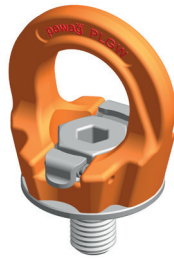

Bild 4: PLGW Supreme drehbar
- Klappen Sie nun die Sperren nach unten in Stellung ‚B‘ wie im Bild 4 ersichtlich. Auch in dieser Stellung werden die Sperren durch die Feder in Position gehalten.